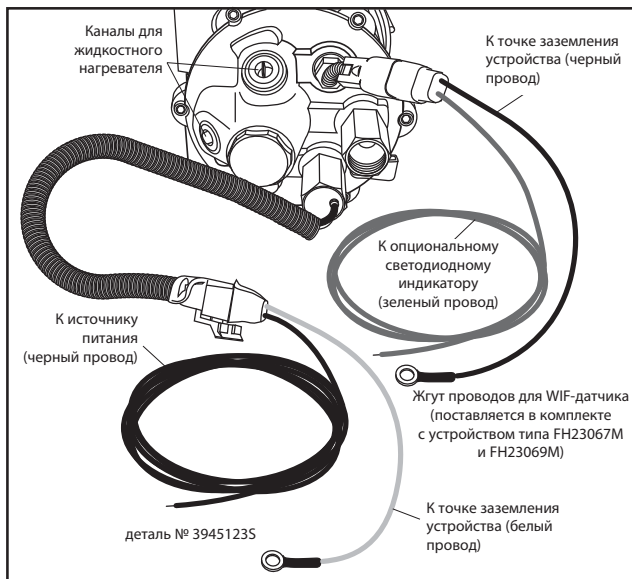

Рис. 6 – Жгут проводов для WIF-датчика и жгут проводов для заземления на массу
2. Прикрепите жгут проводов для заземления на массу 39451235. Подсоедините черный провод к источнику питания, а белый провод к точке заземления устройства (см. Рис. 6).